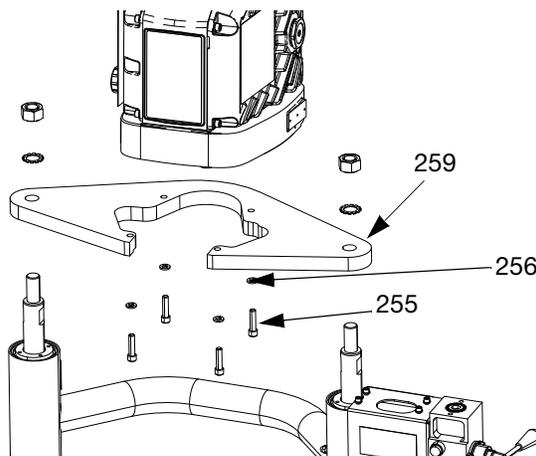

FIG. 51: D60 con elevador
- b. *Unidades de suministro con elevador D60 de 7,6 cm (3 pulg.):* quite los tornillos (255) y arandelas (256) de la placa de montaje (259). Use un dispositivo de izado seguro para levantar el controlador (AB) de la placa de montaje (259). Consulte la FIG. 51.
1. Con un dispositivo de izado seguro, fije el controlador (AB) a la placa de montaje (259) con los tornillos (255) y arandelas (256). Consulte la FIG. 51 en la página 53.
3. Conecte la alimentación al controlador (AB). Siga en orden inverso los puntos a-e del paso 4 de la página 52.